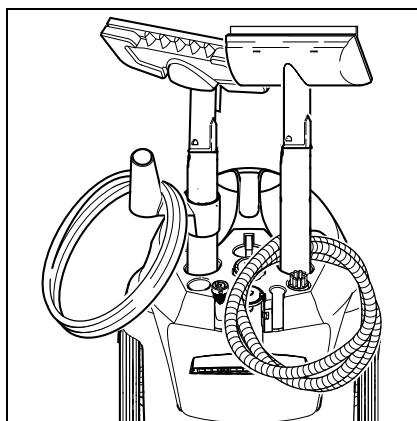

Fig. 3
- Colocar os tubos de extensão nos grandes suportes de acessórios (veja fig. 3).